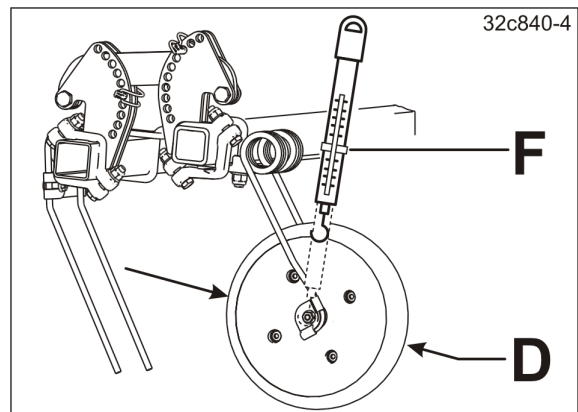

Fig. 200
6. Kontrollér tallerkentrykket, f.eks. med en fjedervægt (se Fig. 200).